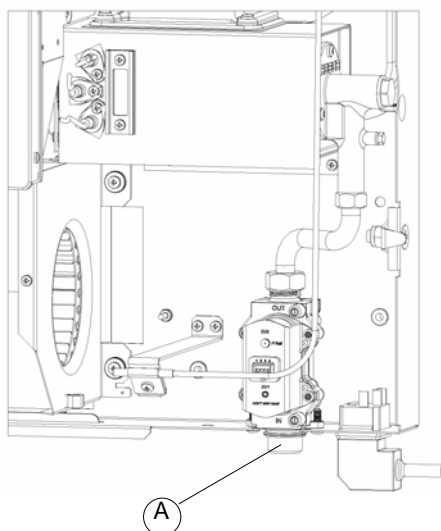

Figura 11 – Posizione alimentazione gas
2. Collegare il tubo gas al nipplo filettato presente sul telaio del radiatore in basso a destra (vedi riferimento A di Figura 11).